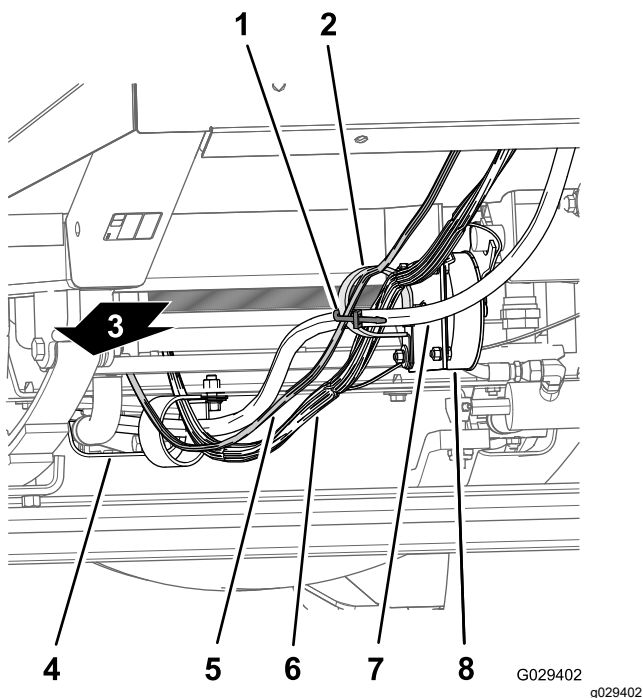
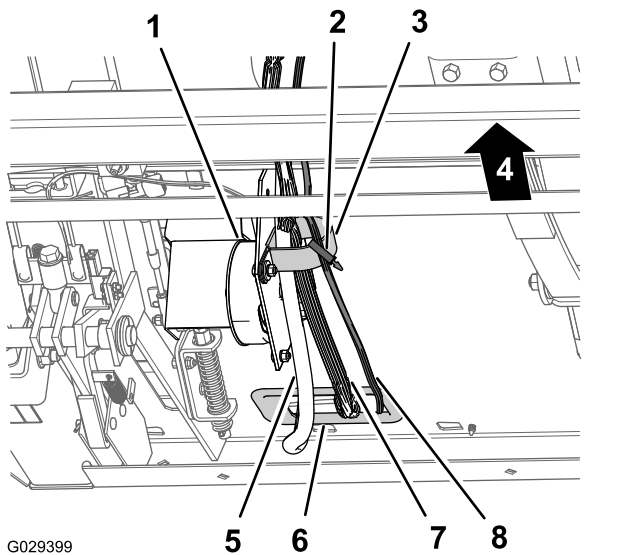

Bild 13
Bild 14
1. Verlegen Sie den Armaturenbrettpzweig (240 cm) des Kabelbaums entlang des Kabelbaums und der Lenkschläuche der Maschine (unter dem Kühler), durch die R-Klemme unten an der Kühlerstütze und durch die R-Klemme an der Geschwindigkeitsregelungsspule (Bild 13 und Bild 14).
- Verlegen Sie den Armaturenbrettzweig (240 cm) des Kabelbaums zur R-Klemme an der Geschwindigkeitsregelungsspule (Bild 13 und Bild 14).